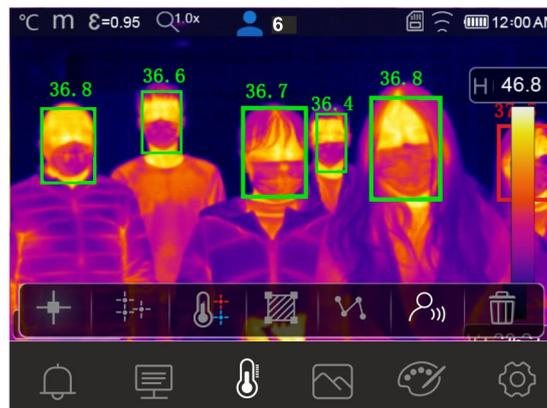

Fig. 35: Modo Face em várias pessoas
7. O Modo Face permite a avaliação da temperatura facial em várias pessoas (até 10 pessoas) simultaneamente (veja a Fig. 35). O medidor “” presente na parte superior do dispositivo indica o número de medições estatisticamente válidas